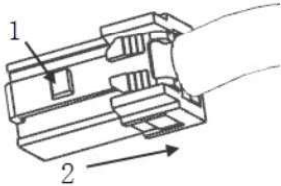

图7-1-10 玻璃升降开关组接插件拆卸示意图
c. 拆卸左前门氛围灯总成接插件：如图7-1-10，用力沿箭头1方向压住卡脚，再沿箭头2方向拔出线束插头。